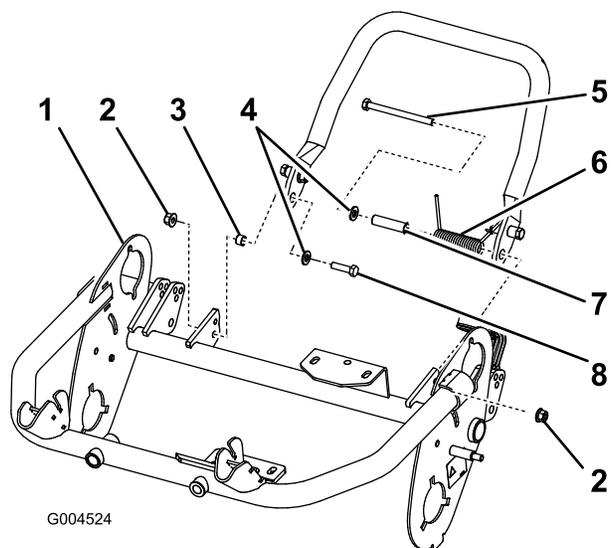

図 10
2. 小さいボルト (M8-1.25 x 030) にワッシャ (M8) を通す。このボルトとワッシャ、小さいスペーサおよびロックナット (M8-1.25) を使って、キックスタンドの右側をフレームに固定する (図 10)。ボルトはフレームの内側から外側に向かって使うこと；参照図 10。
**重要** スプリングを取り付けるとき、スプリングの片方の端が後フレームの下側にくるようにする (図 10)。
て、キックスタンドの左側をフレームに固定する(図 10)。ボルトはフレームの内側から外側に向かって使うこと；参照図 10。